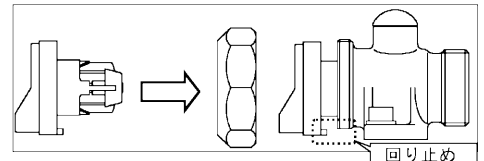

図8
- ④メータ受けに逆止弁をはめ、逆止胴に付ける。この時、メータ受けの回り止めと逆止胴の回り止めの位置を合わせてください。(図8参照)
- ⑤逆止弁押さえを逆止胴へ流水方向に向かって右に回し、取り付けて下さい。